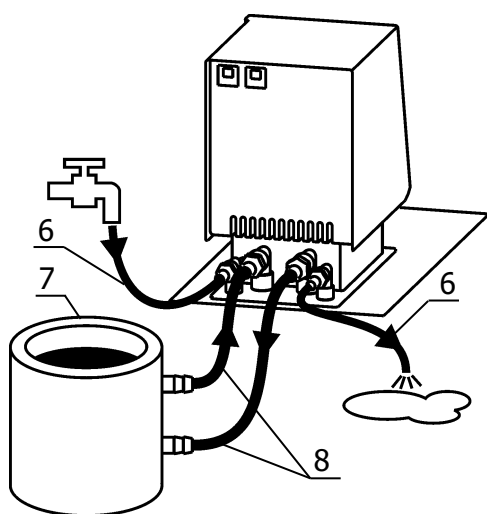

Рисунок 6 — Подключение внешнего потребителя
2.2.9 Для подключения к термостату внешнего потребителя закрытого типа 7 (рисунок 6) использовать соединительные шланги 8. Концы соединительных шлангов надежно закрепить на штуцерах блока регулирования и внешнего потребителя хомутами.
2.2.12 Для работы термостата при температурах теплоносителя, близких к окружающей температуре, может потребоваться дополнительное охлаждение с помощью встроенного теплообменника. В этом случае необходимо подключить термостат к водопроводной сети или специальному холодильному устройству при помощи шлангов б (рисунок 6), присоединенных к штуцерам теплообменника. Поток охлаждающей жидкости должен быть равномерным и, по возможности, небольшим. Дополнительное охлаждение не требуется, если температура теплоносителя выше температуры окружающей среды более чем на 20 °С.